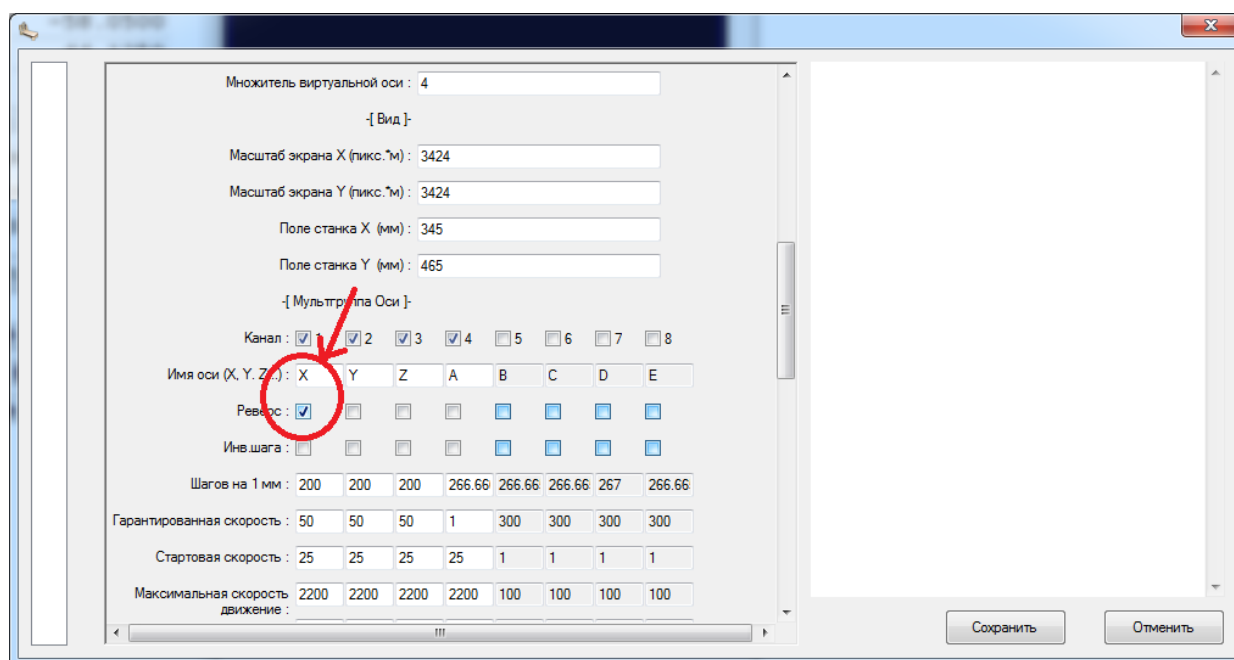

Рисунок 16. Реверс по оси «X»
5) Откройте «Файл»>>«Настройки»и найдите графу «Реверс». Выберите «X» . Если напротив «Реверс» галочки нет, поставьте галочку. Если галочка есть- уберите ее. И нажмите сохранить. После этого каретка будет двигаться в верном направлении, рисунок 16